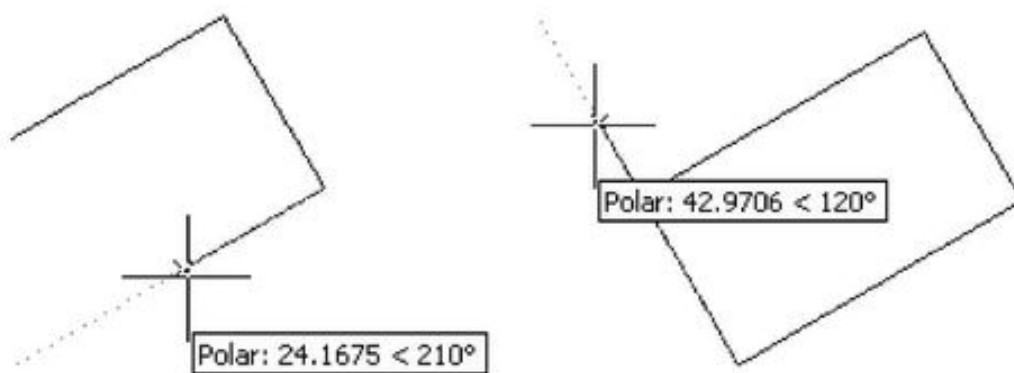

Рис. 3.12. Порядок выполнения построения. Шаг 6
7. Аналогичным образом задать координаты четвертой и первой точки (рис. 3.12), используя соответственно полярные углы -150° (210°) и 120° (-240°) и координаты 50 и 30 единиц.